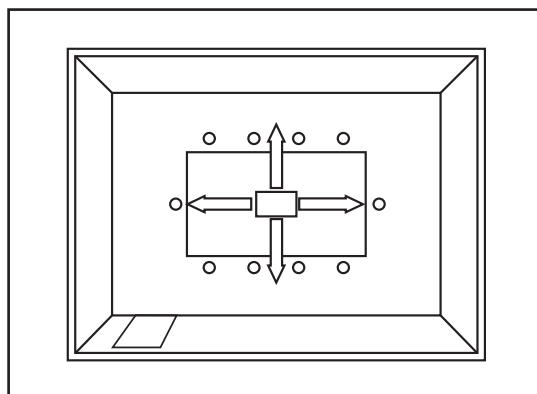

FIG. 16 - EXEMPLO DE POSIÇÃO DA UN. EVAPORADORA EM UM AMBIENTE
- Procure instalar a unidade no local mais central possível do ambiente, obtendo assim a melhor distribuição de ar, veja um exemplo na fig. 16;